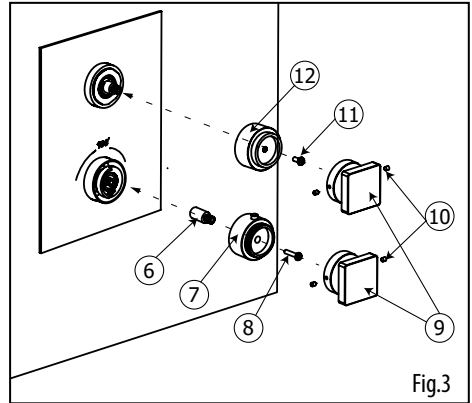

Fig.3
Insert the thermo broach extension (6) onto the thermo cartridge broach. Afterwards, insert the thermo handle adapter (7) onto the thermo broach extension (6). Make sure the temperature limit stopper button is aligned with the 100° F mark on the trim (5) (fig.3). Secure the thermo handle adapter with supplied screw (8). Insert handle (9) and secure it with the 2 supplied set screws (10).
Insérer la rallonge de la cartouche thermostatique (6) sur la cartouche thermostatique. Ensuite, insérer l'adaptateur pour la poignée thermostatique (7) sur la tête de la rallonge (6). Assurez-vous que le bouton du limiteur de température soit aligné avec la marque de 100°F / 38°C inscrite sur la plaque (5) (Fig.3). Fixer ensuite l'adaptateur (7) avec la vis (8) fournie. Insérer la poignée (9) sur l'adaptateur et la fixer avec les 2 vis de retenues (10) fournies.